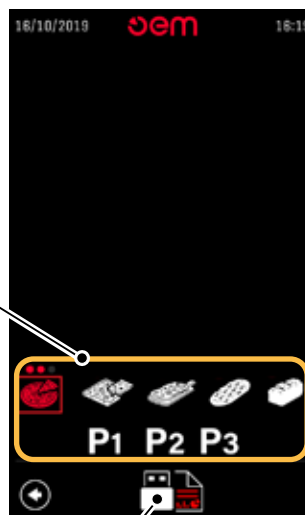

ABB. 5d
- Drücken Sie auf das gewünschte Programm: Drücken Sie mehrmals auf das Programmsymbol, um eines der drei Unterprogramme (1) auszuwählen – Abb. 5d.
- Halten Sie die „Speichern“-Taste (2) – Abb. 5d gedrückt, bis ein akustisches Signal ertönt. Nach der Speicherung hört das Symbol auf dem Hauptbildschirm auf zu blinken.